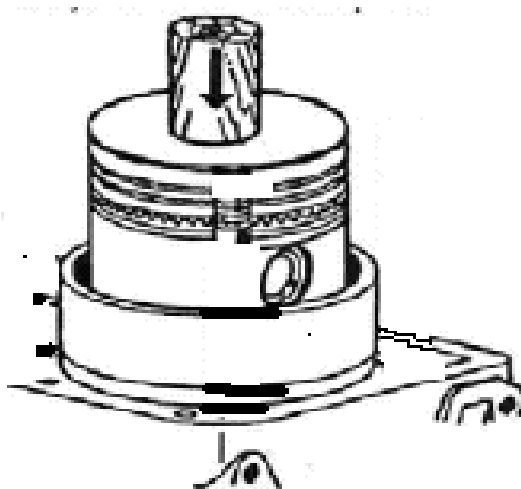

Рис.93. Установка поршня с кольцами в цилиндр
- с помощью специальной оправки с внутренней конусной поверхностью сжать кольца и вставить поршень в цилиндр (рис.93).